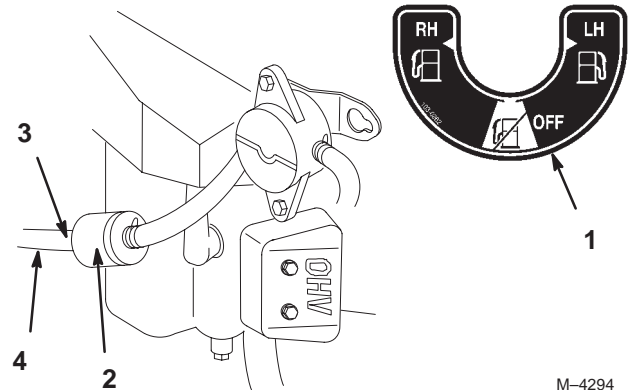

Figure 37
- Posez un filtre neuf et rapprochez les colliers de fixation du filtre (Fig. 37).
- Fermez le robinet d'arrivée de carburant (Fig. 37).
- Desserrez le collier de serrage au niveau du filtre à carburant et repoussez-le le long de la conduite d'alimentation pour l'éloigner du filtre (Fig. 37).
- Débranchez la conduite d'alimentation du filtre (Fig. 37).
- Ouvrez le robinet d'arrivée de carburant des réservoirs gauche et droit, et laissez le carburant s'écouler dans un bidon ou un bac de vidange (Fig. 37).
- Raccordez la conduite d'alimentation au filtre. Rapprochez le collier de serrage du filtre pour fixer la conduite d'alimentation (Fig. 37).